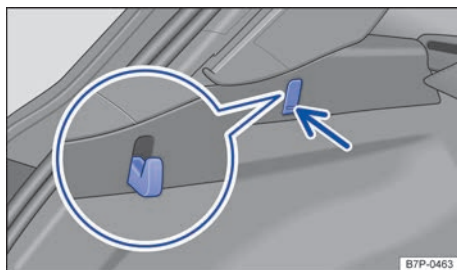

Fig. 230 En el lado izquierdo del maletero: gancho para bolsas.
En el lado izquierdo del maletero puede haber un gancho desplegable para colgar bolsas → **fig. 230**.
- Presione sobre la parte inferior del gancho → **fig. 230** (flecha) y despliéguelo.